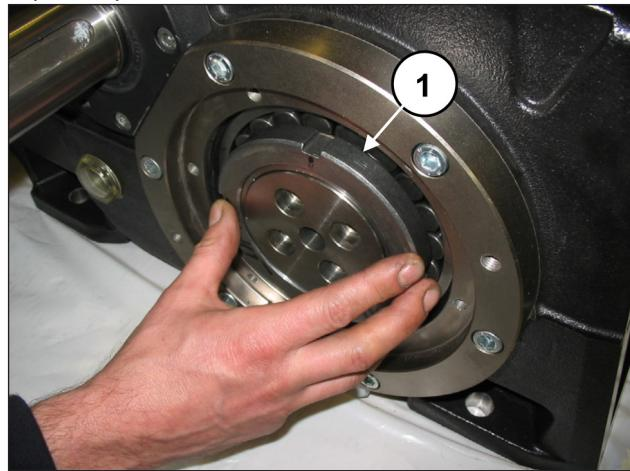
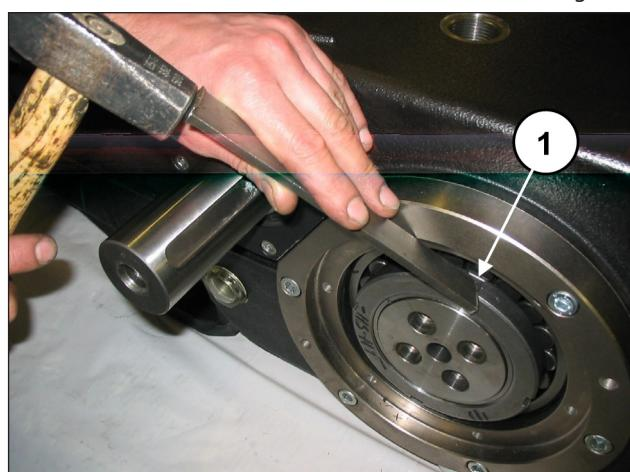

Fig. 15
Fig. 16
Sur un côté, visser un écrou à encoches de type SKF KM20 sur le manchon de pression (rep. ①, Fig. 15), débloquer ensuite la douille à l'aide d'une masse battante (rep. ①, Fig. 16), sans l'extraire.